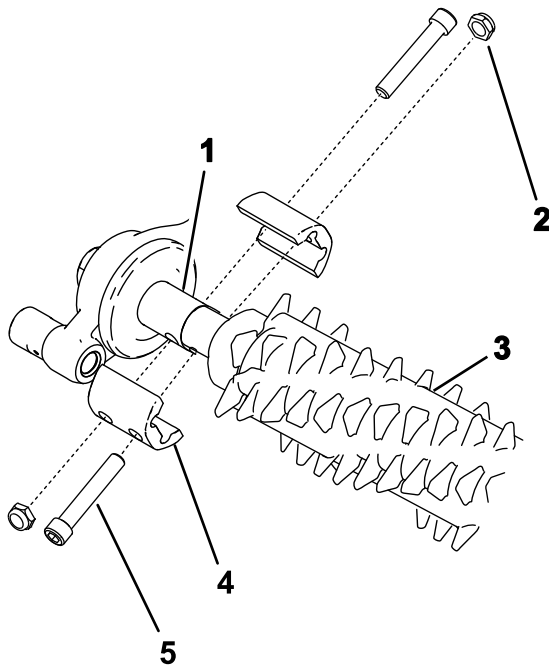

Figure 17
- Alignez le cylindre groomer sur le boîtier d'entraînement et le galet de tension (Figure 17).
3. Fixez le groomer sur la machine comme montré à la Figure 17 et serrez les boulons à la main.